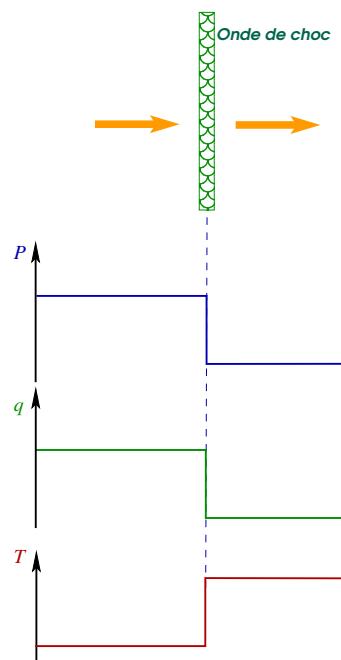
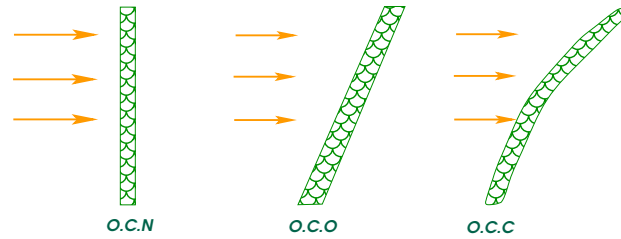

FIGURE 3.1: *Changement à travers une O.C.N.*
FIGURE 3.2: *Différents types d'ondes de choc.*
Il a été trouvé expérimentalement que, sous certaines conditions, il est possible qu'un changement presque spontané se produit dans un écoulement, la vitesse diminue et la pression augmente à travers cette région de brusque changement. Ce changement brusque ne peut se produire que si l'écoulement initial est supersonique. Cette région extrêmement fine dans laquelle la transition de la vitesse supersonique et la pression relativement faible entraîne une vitesse relativement faible et une pression élevée (Fig.3.1) est nommée "onde de choc". On distingue l'onde de choc (OC) "normale", "oblique" et "courbée" (Fig.3.2).